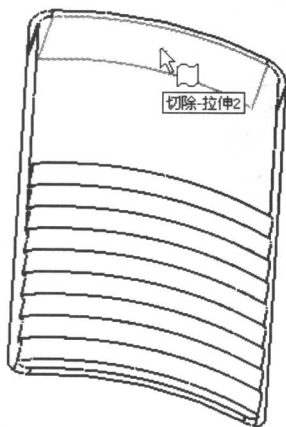
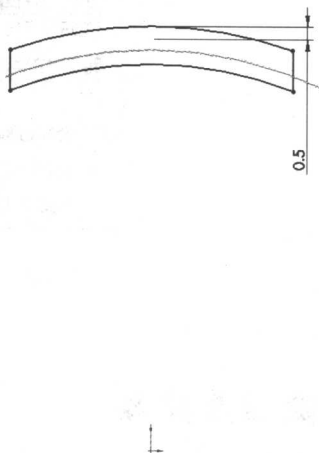

图 1-23 选择面
图 1-24 草图 8
(9) 绘制草图 8。选择如图 1-23 所示的面，单击→，用“转换实体引用”工具和“等距”工具绘制出如图 1-24 所示的草图 8，单击图标按钮退出草图绘制。